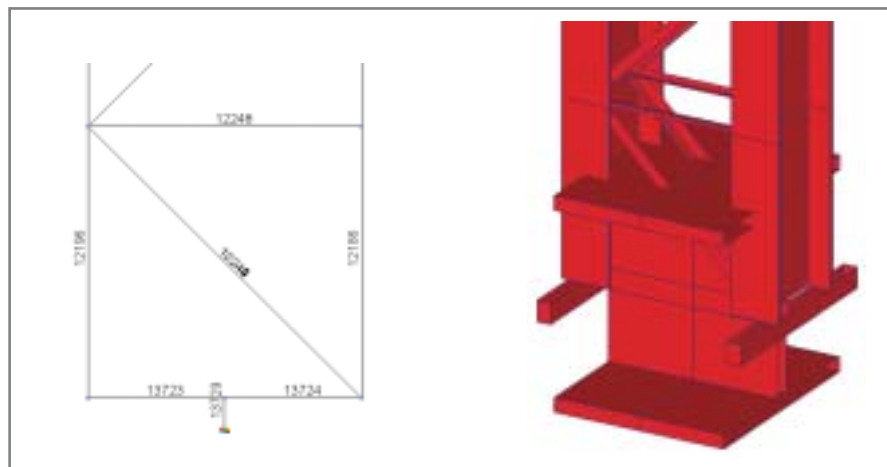

Рис. 7. Фрагмент расчетной модели колонны для получения нагрузок на фундаменты
6. Для расчета нагрузок на фундаменты в виде  $M$ ,  $N$ ,  $Q$  от всей колонны приходится использовать еще одну модель, в которой добавляются два горизонтальных элемента (на рис. 7 это элементы № 13723 и 13724) и один вертикальный (элемент № 13729 на рис. 7), расположенный строго по центру тяжести всей колонны с жесткостью заведомо большей, чем жесткость колонны. Среди инженеров, использующих такой подход при моделировании двухветвевых колонн, этот вертикальный элемент получил название "пенёк".